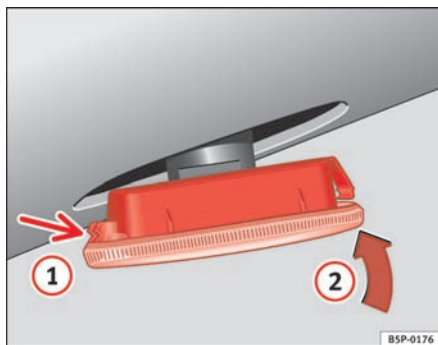

Fig. 197 Blinklygte i siden
- Sæt først blinklygten i monteringsstedet i karrosseriet, så tappene går i hak ⇒ fig. 197, pil ①.
- Sæt pæren i som vist med pilen ② ⇒ fig. 197. ■